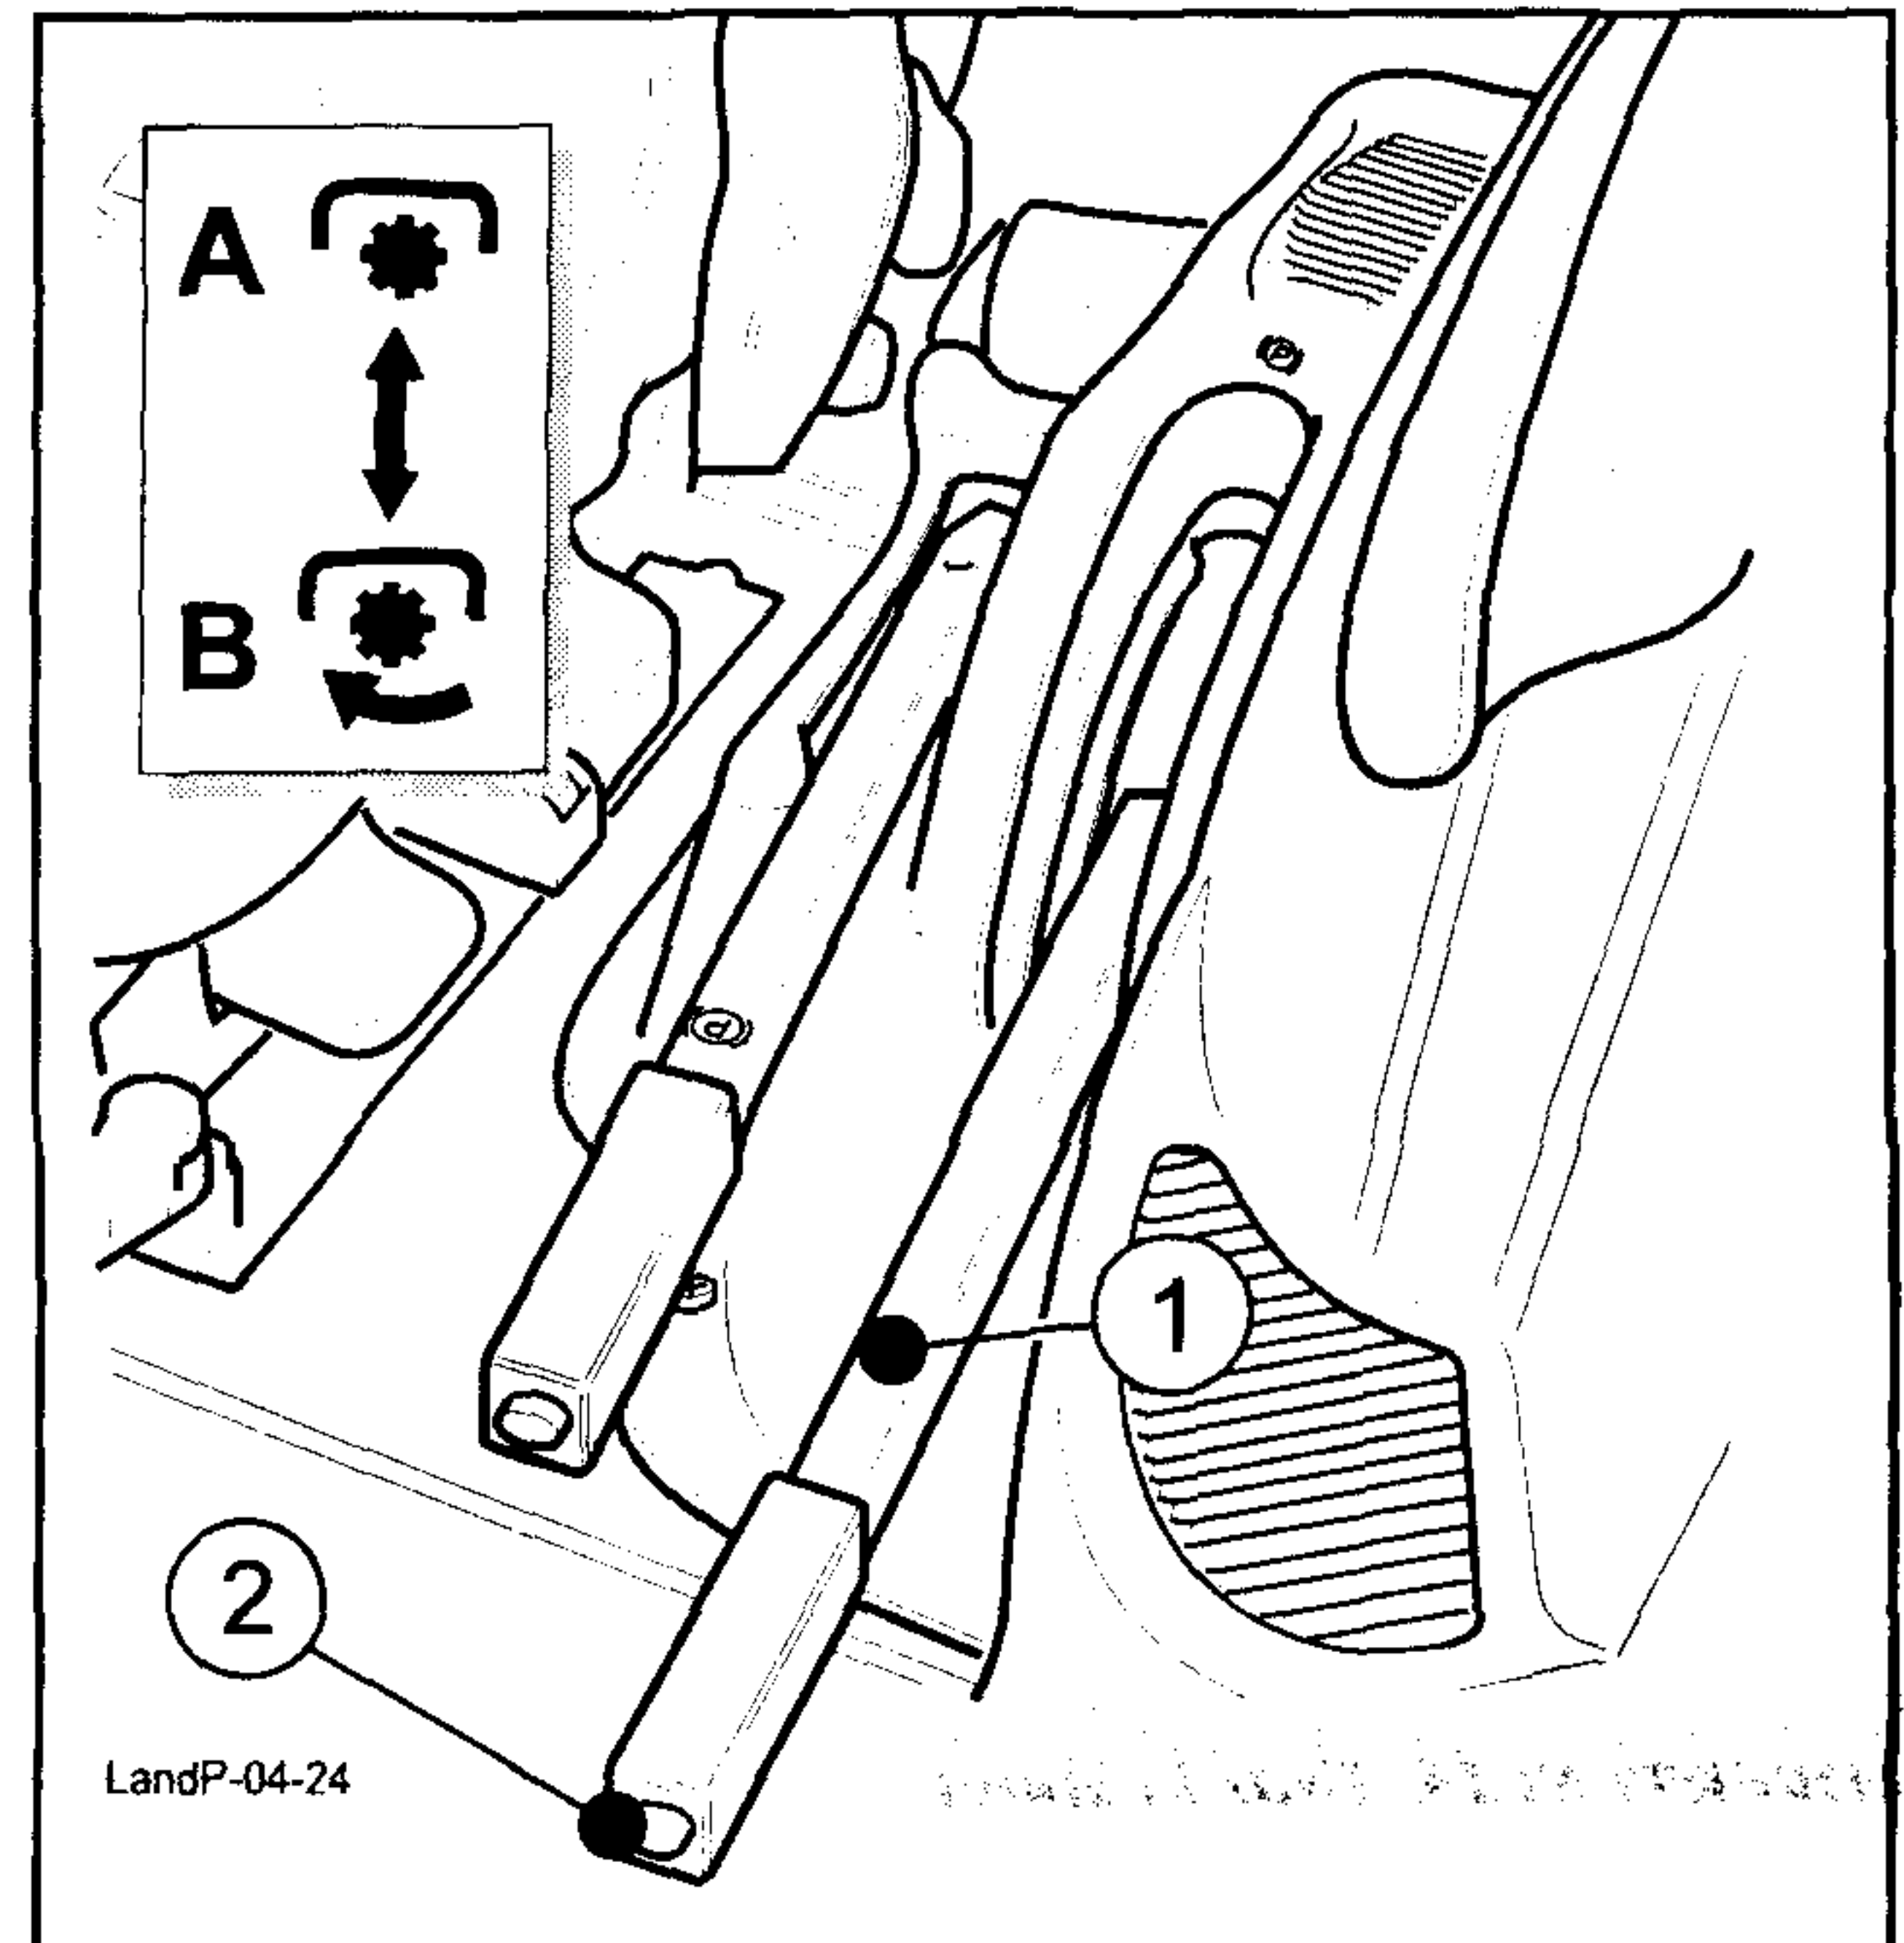
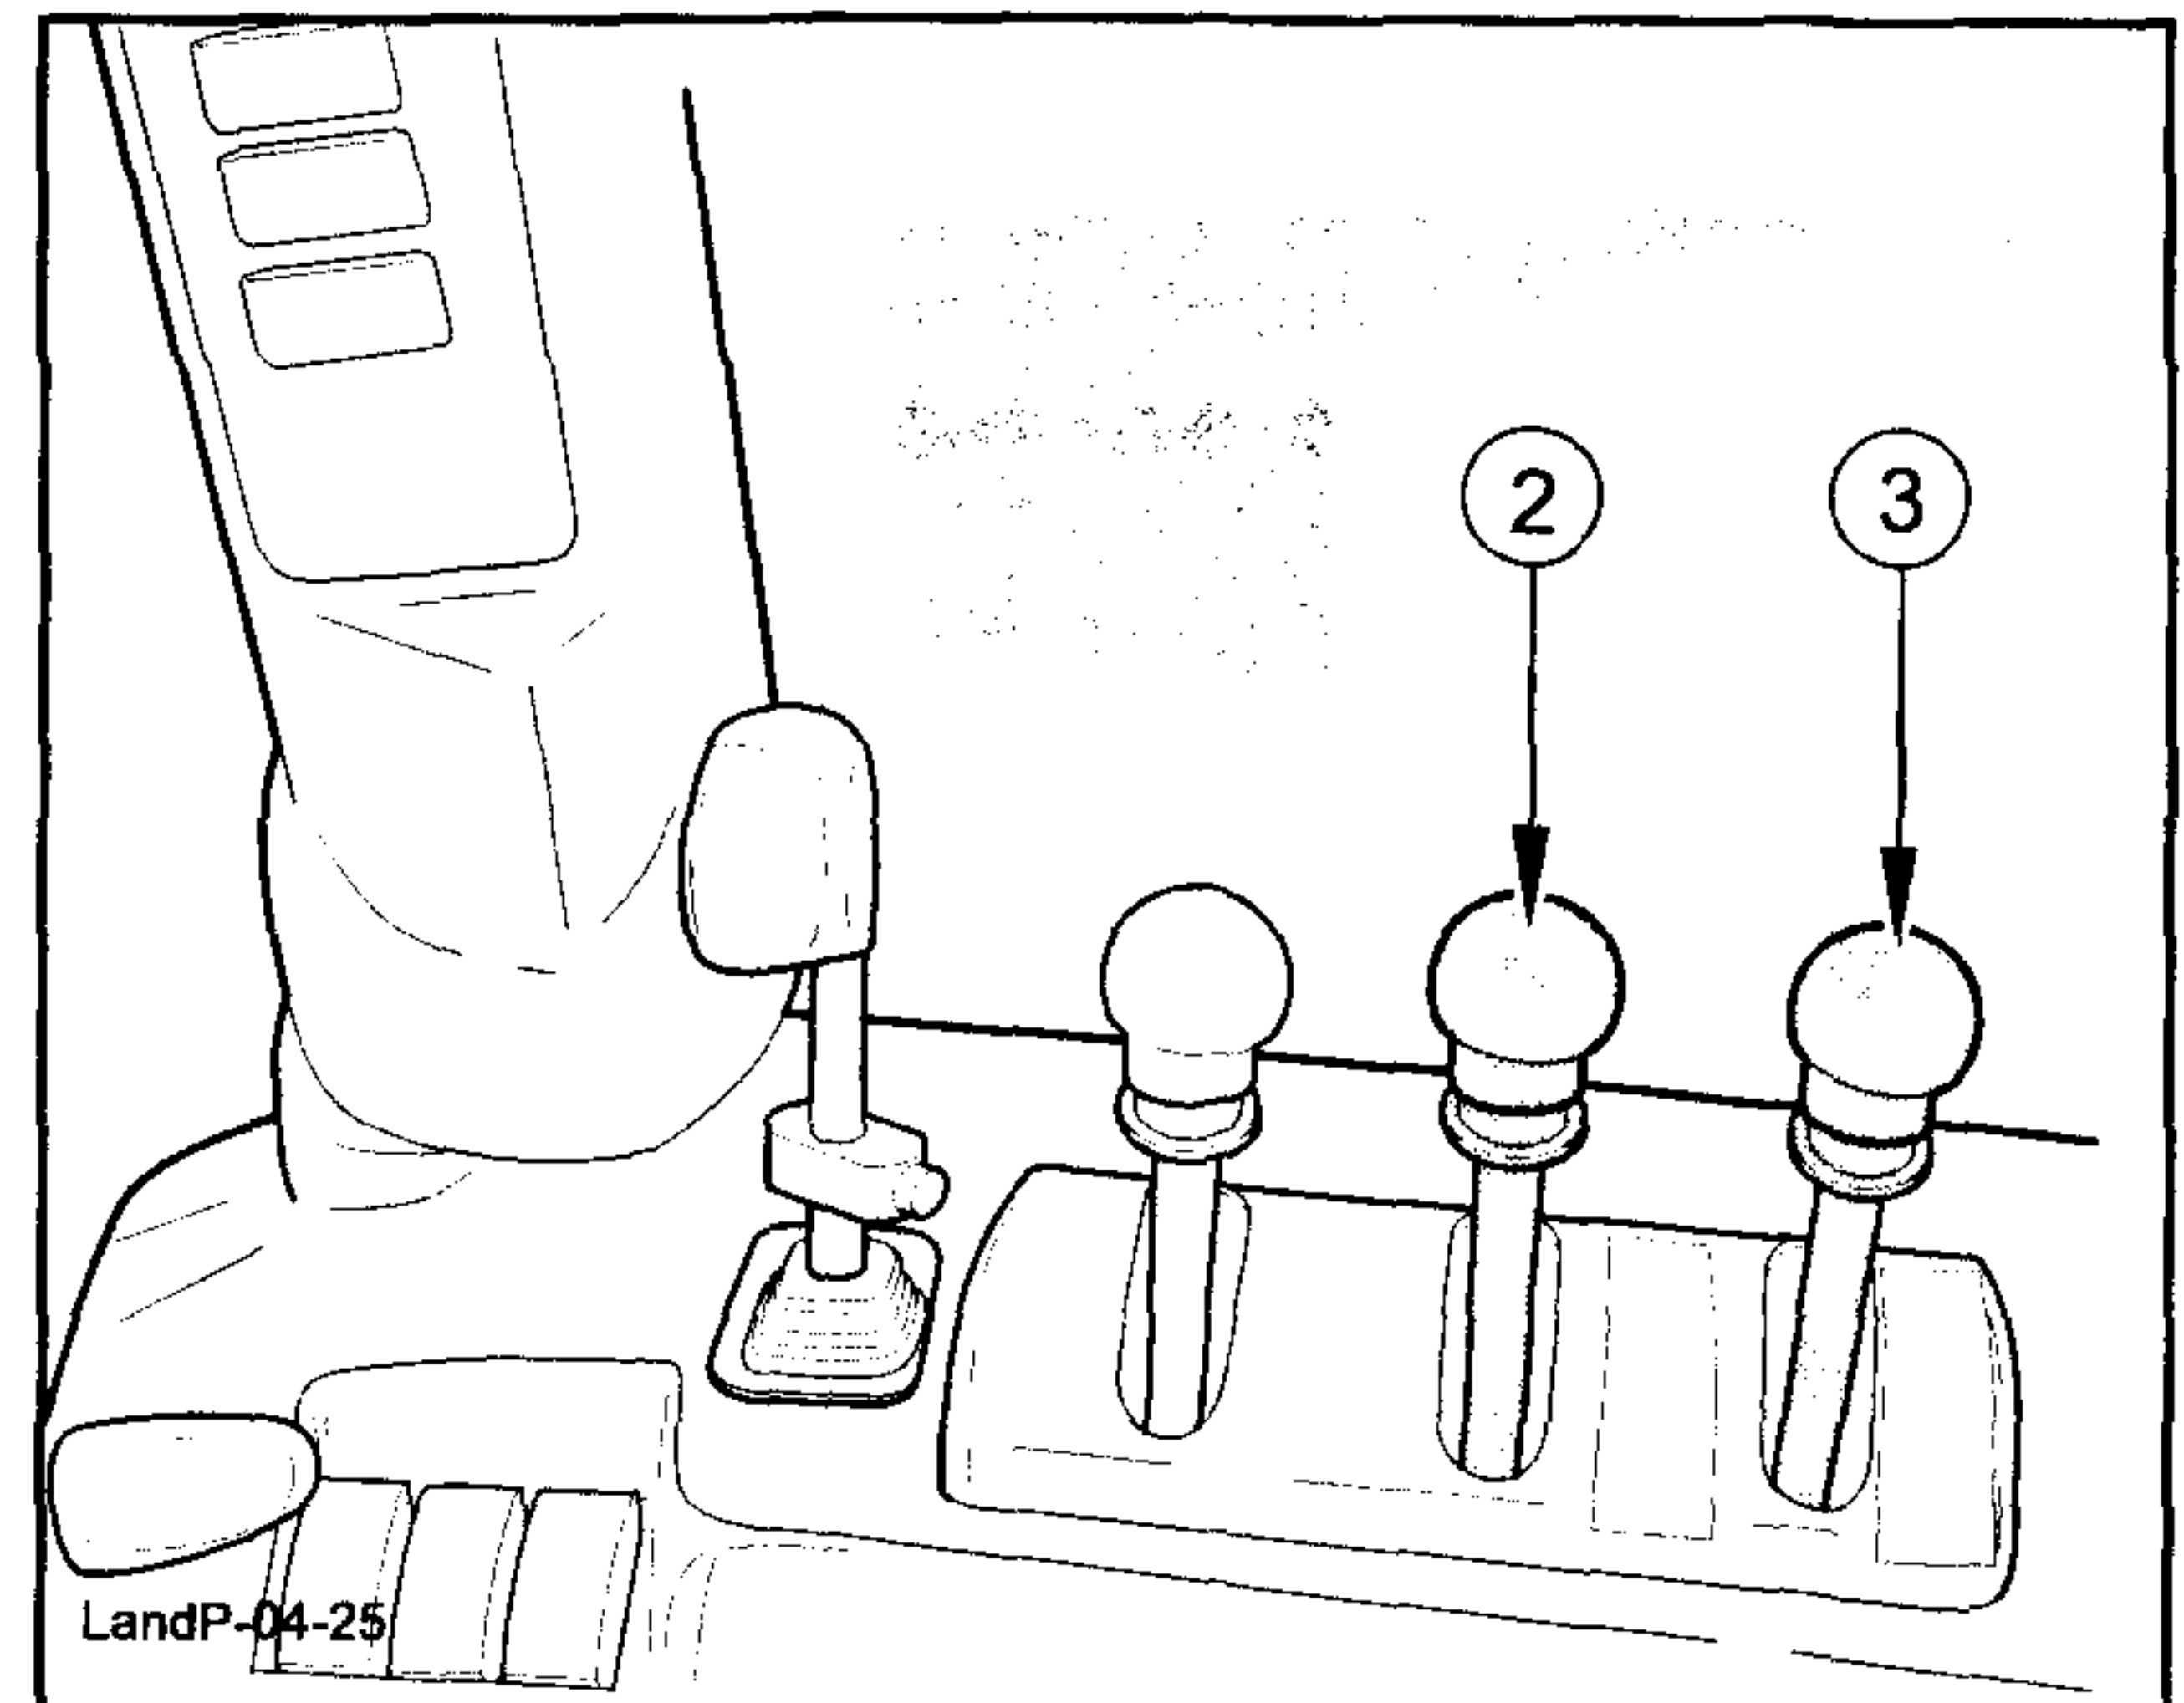

Fig. 4-24 - Palanca de conexión del embrague TdF (1)
Fig. 4-25
Mandos TdF Fig.4-24 y Fig. 4-25
- 1 - Palanca de conexión del embrague TdF (1- Fig. 4-24).
- 2 - Palanca de selección TdF independiente o sincronizada con la caja de velocidades (2 - Fig.4-25).
- 3 - Palancas de selección velocidad TdF 540/540ECO rpm o 540/1000 rpm (3 - Fig.4-25).
Palanca de mando embrague toma de fuerza (1-Fig. 4-24):
Palanca de selección funcionamiento de la Toma de Fuerza (2 - Fig. 4-25)
ADVERTENCIA: cuando no emplee la toma de fuerza, mantenga la palanca de desembragado (1 - Fig. 4-24) hacia adelante (embragado) y desembragar la T.d.F. con la relativa palanca (2 -Fig. 4-25).
Para pasar de la velocidad de 540 rpm, a la de 1000 rpm (o de 540ECO rpm) y viceversa, es preciso operar con la palanca a mano de selección velocidad (3 - Fig. 4-25) que puede asumir tres posiciones:
El empleo de la Toma de Fuerza trasera sincronizada (palanca 2 - Fig.4-25), con la caja de velocidades, sirve unicamente para el accionamiento de remolques semoventes y en general para todos los aperos agrícolas que requieren el sincronismo con la marcha del tractor y no deben absorber una potencia superior al 40-45% de la máxima potencia del motor. Conectar la Toma de Fuerza sincronizada con el tractor parado: desconectar el embrague motor-cambio apretando el pedal de desconexión.
1. El tornillo de bloqueo (3) está en el lado izquierdo del tractor en el cable de conexión de la TdF sincronizada.
2. Posicionar la palanca de selección (2, Fig.4-25) en punto muerto o en TdF independiente.
3. Quitar la contratuerca (1).
4. Desenroscar el tornillo (3) completamente hasta quitarlo junto con la tuerca (2).
1. Poner la palanca de conexión de la TdF sincronizada en TdF independiente (2-Fig 4-25).
2. Volver a montar el tornillo de bloqueo (3) con la tuerca (2). Enroscarla hasta el tope.
3. Poner la palanca de conexión de la TdF sincronizada en posición neutra central (2-Fig 4-25).